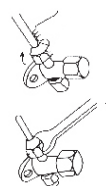

图14-2
- 在截止阀与管的喇叭口处涂少许润滑油，然后按图14-2所示拧紧纳嘴。
- 按图14-2所示用扳手牢固地将纳嘴扳紧。